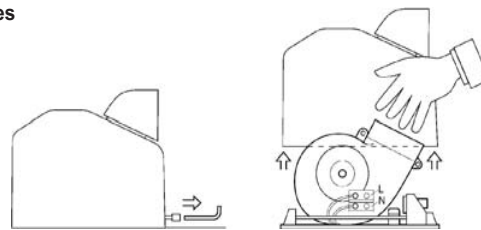

Abbildung 1
- Die Beschädigung des Gehäuses (siehe Abbildung 1).